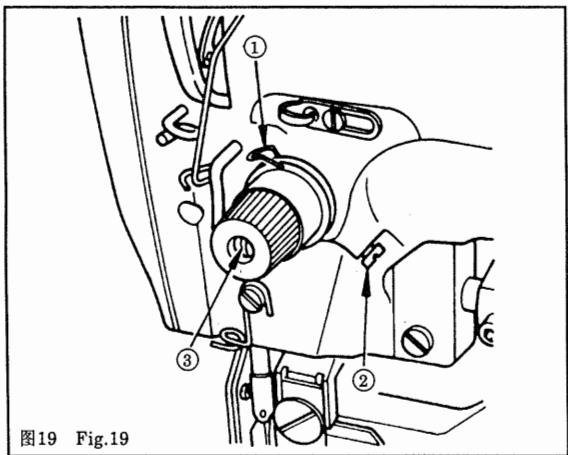

图19 Fig.19
16. 缝线张力 图18 图19
16. THREAD TENSION Fig.18 Fig.19